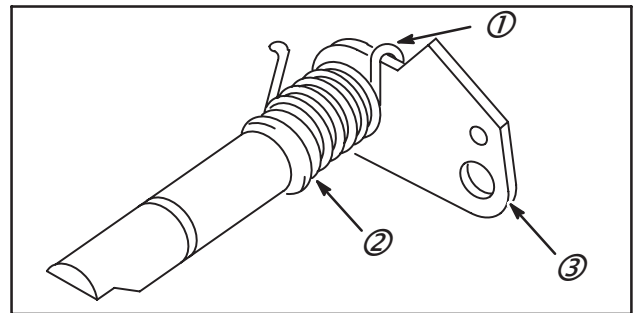
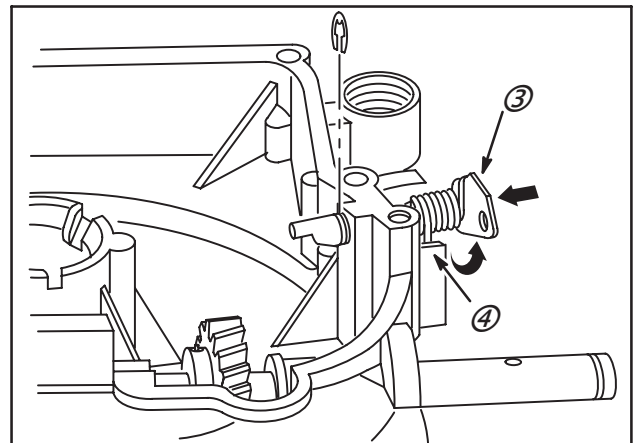

Fig. 61
Fig. 62 - Installation du levier
1. Installer le ressort de rappel (1) sur l'axe et le levier (3) comme indiqué en Fig. 61.
2. Installer le joint torique (2) sur l'arbre.
4. Glisser à fond le levier de commande (3) dans le logement de l'axe, Fig. 62.
6. Lorsque le levier libère la butée d'arrêt (4), pousser le levier et le ressort jusqu'en butée.